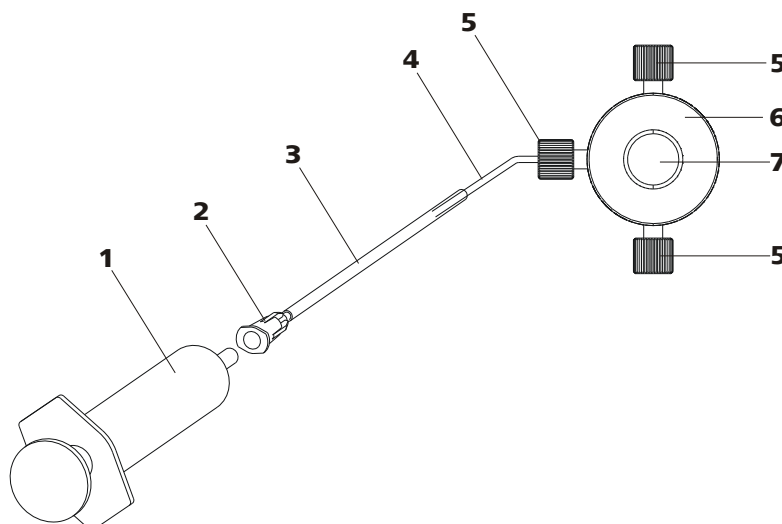

Figura 23 Eliminar o ar da bomba de alta pressão
Elimine o ar da bomba de alta pressão da seguinte forma (ver figura 23, página 45):
- Inserir a seringa(23-1) na conexão Luer(23-2) da agulha de drenagem (ver figura 23, página 45).